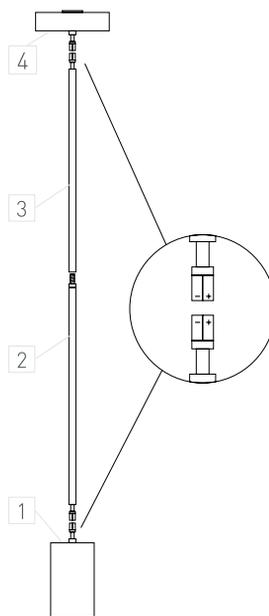

Рис. 2. Установка и подключение светильника
- 3.5. Соберите кронштейн, соединив между собой части [1] и [2], как показано на рис. 2, при помощи резьбового соединения до полной фиксации.